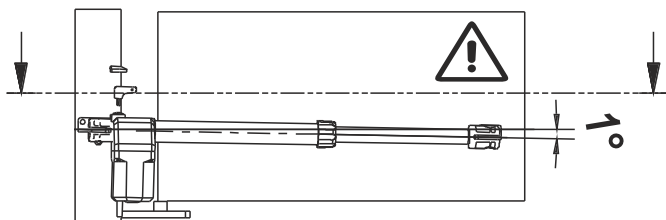

FIG. 3
- 3 - Colocar el motorreductor de tal manera que esté inclinado  $1^\circ$  aproximadamente sobre la horizontal (ver FIG. 3).